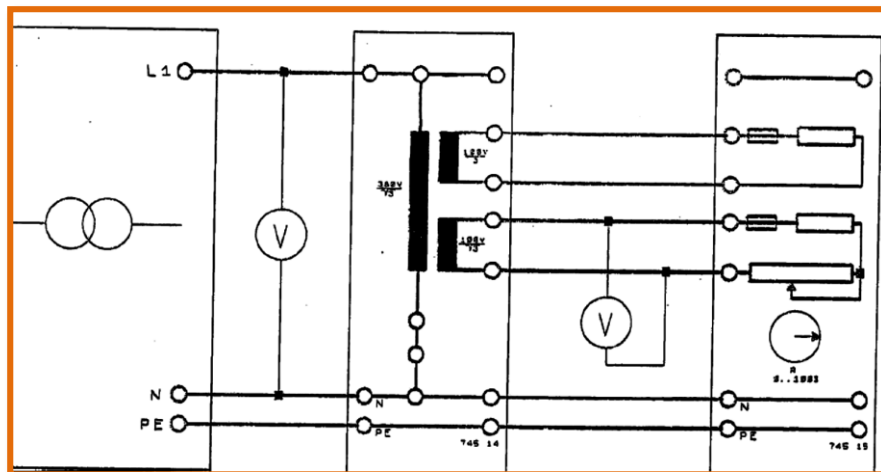

Figure 6.8. Circuit de mesure du rapport de transformation du TP pour différentes valeurs de  $U_{IN}$  et de charges de TP.
Réaliser le montage de la figure.6.8.
- ☞ Pour étudier l'effet de la charge du TP sur le rapport de transformation et sur le même montage de la figure.6.8.